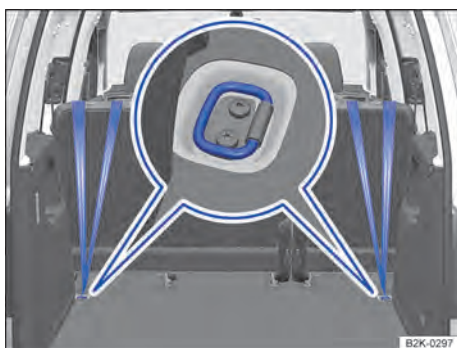

Abb. 45 Äußere Sitzplätze der zweiten Sitzreihe: eingehängte obere Haltegurte im Laderaum.
6. Oberen Haltegurt des Kindersitzes hinter den Sitz führen und in die Verzurrösen einhaken → Abb. 45, → Abb. 46 oder → Abb. 47.